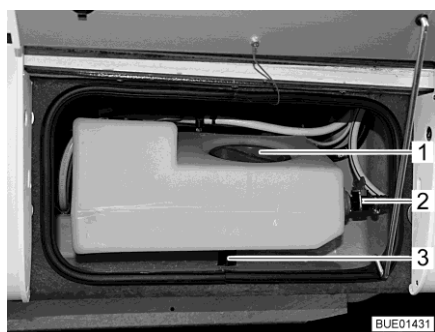
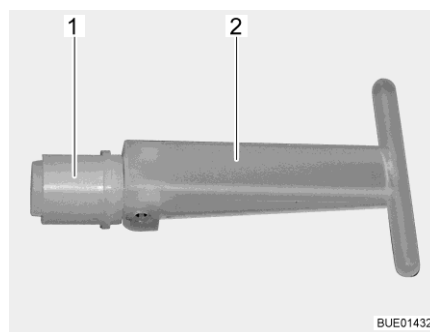

Fig. 165 Serbatoio dell'acqua aggiuntivo
Fig. 166 Tappo di chiusura
Quando la valvola di svuotamento (Fig. 165,2) è aperta, la capienza del serbatoio dell'acqua aggiuntivo è limitata a circa 30 l; l'acqua in eccesso defluisce. Quando la valvola di svuotamento è chiusa, è disponibile l'intero volume del serbatoio.
Quando si toglie il tappo di chiusura (Fig. 166,1) all'interno del serbatoio dell'acqua aggiuntivo, l'acqua defluisce attraverso lo scarico (Fig. 165,3). Il tappo di chiusura si raggiunge attraverso l'apertura di servizio (Fig. 165,1).
- Assicurarsi che il tappo di chiusura (Fig. 166,1) del serbatoio dell'acqua aggiuntivo sia chiuso (impugnatura (Fig. 166,2) girata).
- Assicurarsi che la valvola di svuotamento (Fig. 165,2) sia chiusa.
- Aprire l'apertura di servizio (Fig. 165,1) del serbatoio dell'acqua aggiuntivo.
- Attraverso l'apertura di servizio, portare in posizione verticale l'impugnatura (Fig. 166,2) del tappo di chiusura (Fig. 166,1) e sfilare il tappo.